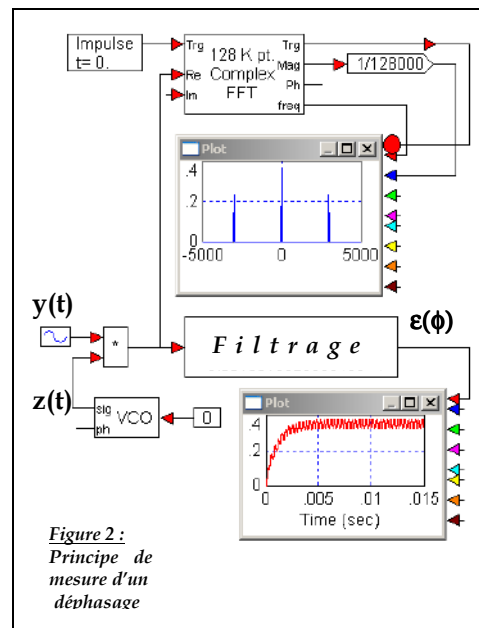

Figure 2 :
- Placer les fenêtres graphiques de manière à pouvoir observer le spectre du produit des signaux ainsi que la sortie du filtre (figure 2).